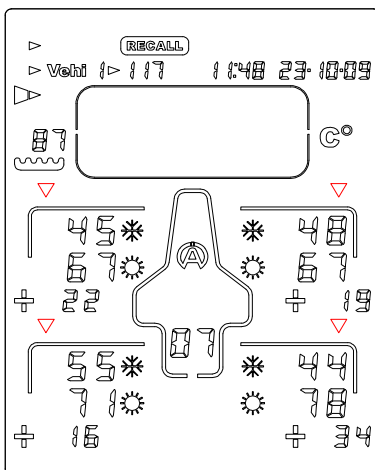

Figura 11
5) Premendo il tasto  o  Tyrecontrol mostra la seconda parte di dati, cioè le temperature esterne dei pneumatici, prima  e dopo  l'uscita + gli scarti (figura 11).